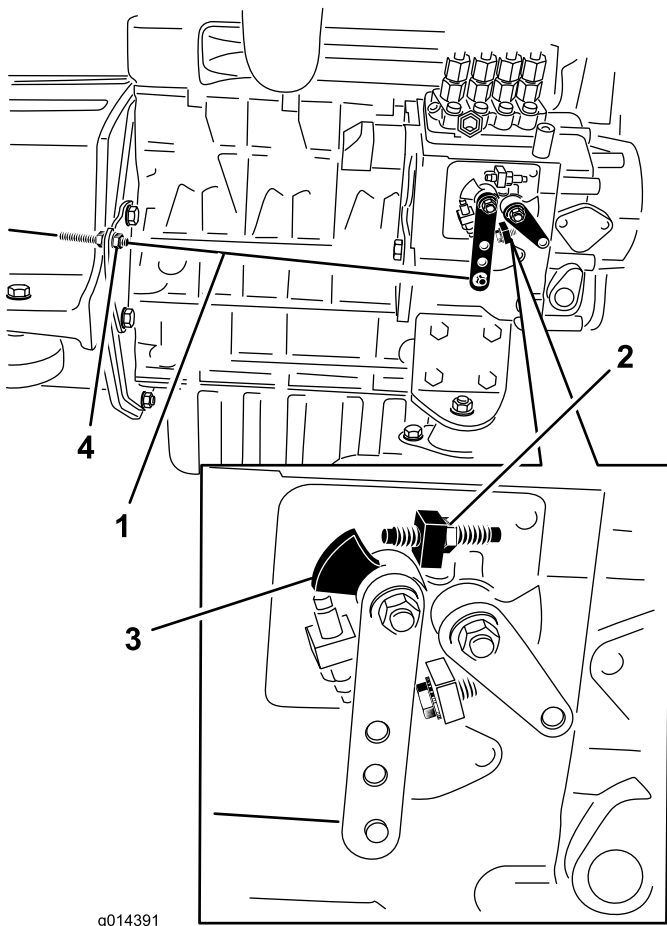

Figura 38
2. Compruebe la posición de la palanca de control de velocidad de la bomba de inyección de combustible del motor. La palanca de control de velocidad debe estar en contacto con el tornillo de alta velocidad cuando la palanca de control del acelerador está en la posición de Rápido (Figura 38).
3. Si es necesario, la posición de las contratueras del cable de control del acelerador puede ajustarse hasta que la palanca de control de velocidad entre en contacto con el tornillo de alta velocidad cuando la palanca de control del acelerador está en la posición de Rápido (Figura 38). **No ajuste el tornillo de alta velocidad de la palanca de control de velocidad.**